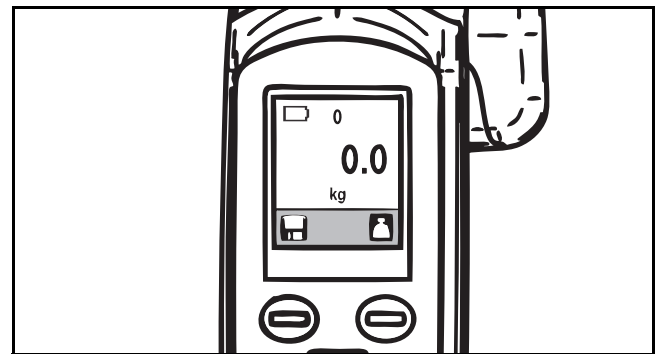

Fig. 61
- 2) Se a funda já tiver sido instalada na barra de suporte no arranque, o MAXI MOVE já repõe automaticamente a zeros e teve em conta o peso da funda (consulte a Fig. 61).